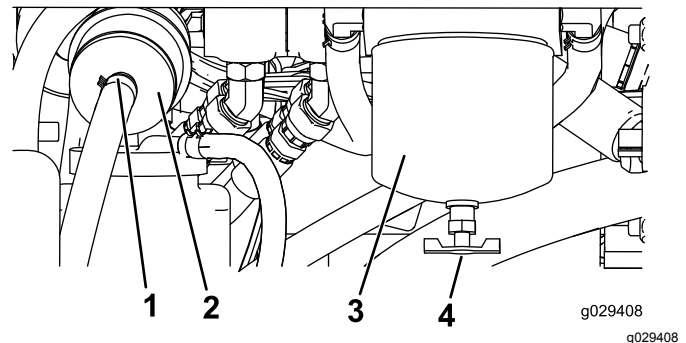

Bild 47
4. Ermitteln Sie den Kraftstofffilter hinten am Motor (Bild 47) und stellen Sie einen sauberen Behälter unter den Filter.
4. Ermitteln Sie die Kraftstofffilter an der rechten Seite des Motors (Bild 47) und stellen Sie einen sauberen Behälter unter den Filter.
5. Reinigen Sie den Anbaubereich der Filterglocke (Bild 47).
6. Entfernen Sie die Filterglocke und reinigen die Kontaktfläche (Bild 47).
9. Drehen Sie die Filterglocke per Hand, bis die Dichtung die Kontaktfläche berührt. Ziehen Sie sie dann um eine weitere 1/2 Umdrehung fester (Bild 47).
10. Ermitteln Sie den Inlinefilter an der linken Seite der Kraftstofffilterglocke (Bild 47) und achten Sie auf die Richtung des Flusspfeils an der Seite des Inlinefilters.
11. Öffnen Sie die Klemmen an jedem Ende des Inlinefilters und schieben die Schläuche herunter (Bild 47). Werfen Sie den Filter weg.
12. Schieben Sie die Schläuche auf das Ende des neuen Filters (Bild 47), stellen Sie sicher, dass der Pfeil am Filter zum Motor oder zur elektrischen Kraftstoffpumpe zeigt.